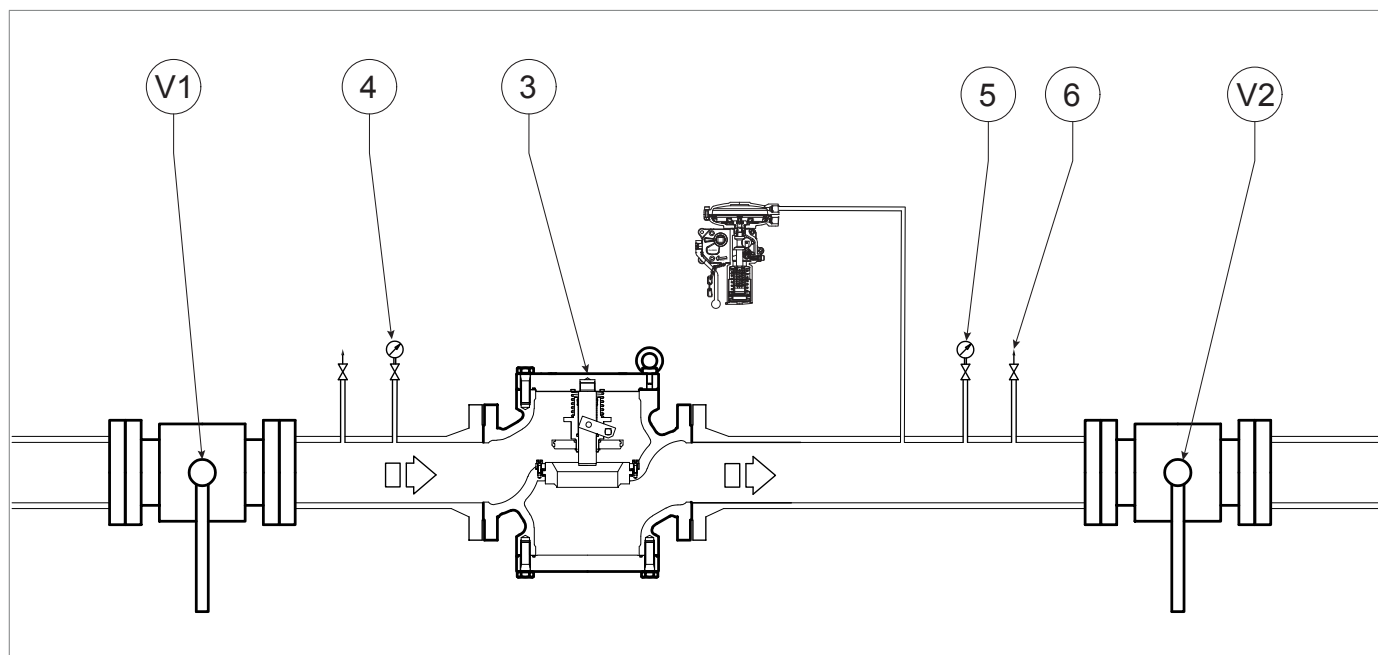

Fig. 8.11. Verifica di tenuta della valvola di blocco SCN
1	<p>Aumentare la pressione di valle (Pd) per verificare la corretta taratura:</p> <ul style="list-style-type: none"> della linea, utilizzando una fonte di pressione esterna della testata del pressostato, facendo riferimento al par. "8.5.3 - Pressurizzazione con fonte esterna". <p>! AVVISO!</p> <p>Controllare la pressione facendo riferimento al manometro di valle (Fig. 8.11, rif. 5).</p> <p>Se la valvola di blocco:</p> <ul style="list-style-type: none"> interviene prima del valore di pressione previsto: avvitare (senso orario) la ghiera di regolazione (13) così da comprimere maggiormente la molla (11); non interviene al valore di pressione previsto: svitare (senso antiorario) la ghiera di regolazione (13), così da scaricare la molla (11).
2	Diminuire la pressione nella testata del pressostato utilizzando il rubinetto di scarico (3) della fonte esterna o il rubinetto di scarico (Fig. 8.11, rif. 6)
1	Aprire parzialmente il rubinetto di scarico (Fig. 8.11, rif. 6) e tenerlo aperto per le fasi successive.
2	<div style="border: 1px solid black; padding: 5px; margin-bottom: 5px;">  AVVISO! </div> <p>Controllare la pressione facendo riferimento al manometro di valle (Fig. 8.11, rif. 5).</p> <p>Se la valvola di blocco:</p> <ul style="list-style-type: none"> • interviene prima del valore di pressione previsto: svitare (senso antiorario) la ghiera di regolazione (15) così da scaricare la molla (17); • non interviene al valore di pressione previsto: avvitare (senso orario) la ghiera di regolazione (15), così da comprimere maggiormente la molla (17).
3	Chiudere il rubinetto di scarico (Fig. 8.11, rif. 6).
1	<p>Aumentare la pressione di valle (Pd) fino al valore di intervento della valvola di blocco, per verificare la corretta taratura:</p> <ul style="list-style-type: none"> della linea, utilizzando una fonte di pressione esterna della testata del pressostato, facendo riferimento al "8.5.3 - Pressurizzazione con fonte esterna". <p>! AVVISO!</p> <p>Controllare la pressione facendo riferimento al manometro (Fig. 8.11, rif. 5) posto a valle del regolatore principale.</p> <p>Se la valvola di blocco:</p> <ul style="list-style-type: none"> interviene prima del valore di pressione previsto: avvitare (senso orario) la ghiera di regolazione (13) così da comprimere maggiormente la molla (11); non interviene al valore di pressione previsto: svitare (senso antiorario) la ghiera di regolazione (13), così da scaricare la molla (11).
2	Diminuire la pressione del tratto di valle aprendo lo sfiato (Fig. 8.11, rif. 6) per portarla fino al valore di taratura del regolatore principale.
3	Chiudere il rubinetto di sfiato (Fig. 8.11, rif. 6).